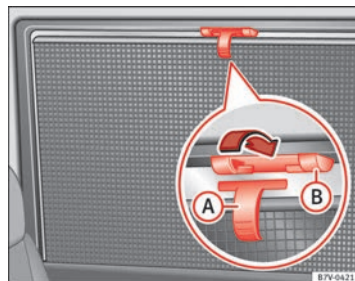

Fig. 64 Nella tendina posteriore destra: tendina.
- Tirare completamente la tendina verso l'alto per mezzo della maniglia sporgente → fig. 64 A.
- Per ritirare la tendina, sganciare la parte superiore e abbassarla manualmente ⇒ ①.